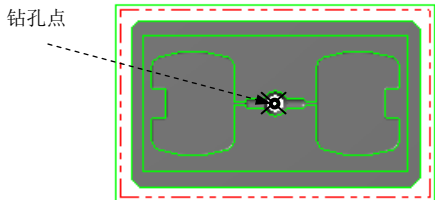

图 20.21 钻孔点
Step1. 选择下拉菜单 命令，选取图 20.21 所示圆的中心点为钻孔点，在“选取钻孔的点”对话框中单击按钮，完成选取钻孔点的操作。同时系统弹出“2D 刀具路径 - 钻孔/全圆铣削 深孔钻-无啄孔”对话框。